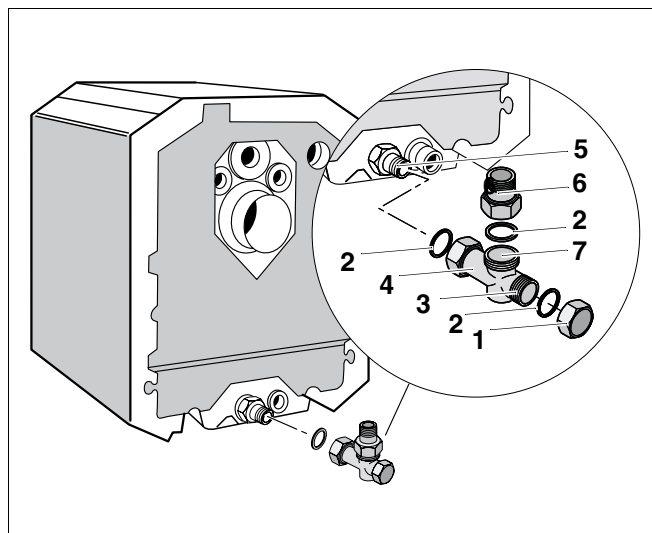

Fig. 19 Montering av retur Logano G115
- Legg pakningen (fig. 19, **pos. 2**) inn i overfalsmutteren på det medfølgende T-stykket (fig. 19, **pos. 4**).
- Skru T-stykket fast til kjelreturen $G1\frac{1}{4}$ (fig. 19, **pos. 5**).
Hvis det ikke brukes et varmekrets-hurtigmontasjesystem (tilbehør) for tilkopling skal tilkoplingen opprettes ved hjelp av det medfølgende overgangsstykket $G1\frac{1}{4}$ (fig. 19, **pos. 6**).
- Legg pakningen (fig. 19, **pos. 2**) inn i overfalsmutteren på det medfølgende overgangsstykket $G1\frac{1}{4}$ (fig. 19, **pos. 6**).
- Monter det medfølgende overgangsstykket $G1\frac{1}{4}$ (fig. 19, **pos. 6**) på R1 for varmereturen (fig. 19, **pos. 7**) ved 90° -uttaket.
Hvis det ikke tilkoples en magasin-varmtvannsbereder må T-stykket (fig. 19, **pos. 4**) stenges med lukkeheten (fig. 19, **pos. 1**).
- Skru på lukkeheten (fig. 19, **pos. 1**) med pakningen (fig. 19, **pos. 2**).
- Ved tilkopling av en beredervannvarmer skal returen koples til T-stykkets bakre uttak (fig. 19, **pos. 3**, side 26).